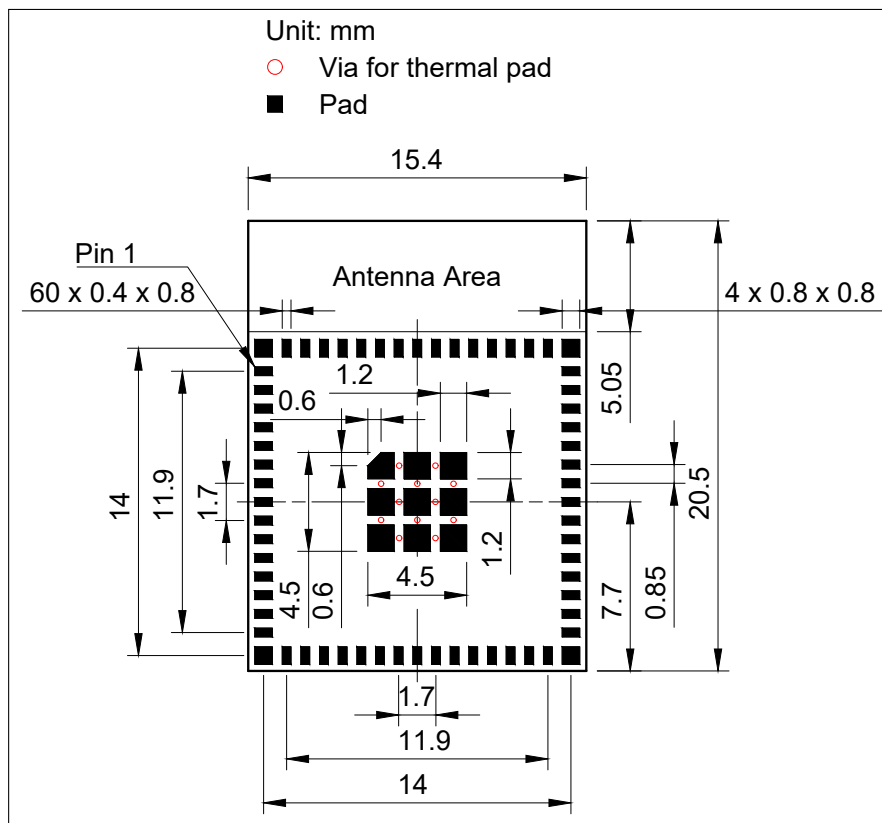

图 10: ESP32-S3-MINI-1 推荐 PCB 封装图
- 推荐 PCB 封装图，标有 PCB 设计所需的全部尺寸。详见图 10 *ESP32-S3-MINI-1 推荐 PCB 封装图* 和图 11 *ESP32-S3-MINI-1U 推荐 PCB 封装图*。
- 推荐 PCB 封装图的源文件，用于测量图 10 和 11 中未标注的尺寸。您可用 Autodesk Viewer 查看 ESP32-S3-MINI-1 和 ESP32-S3-MINI-1U 的封装图源文件。